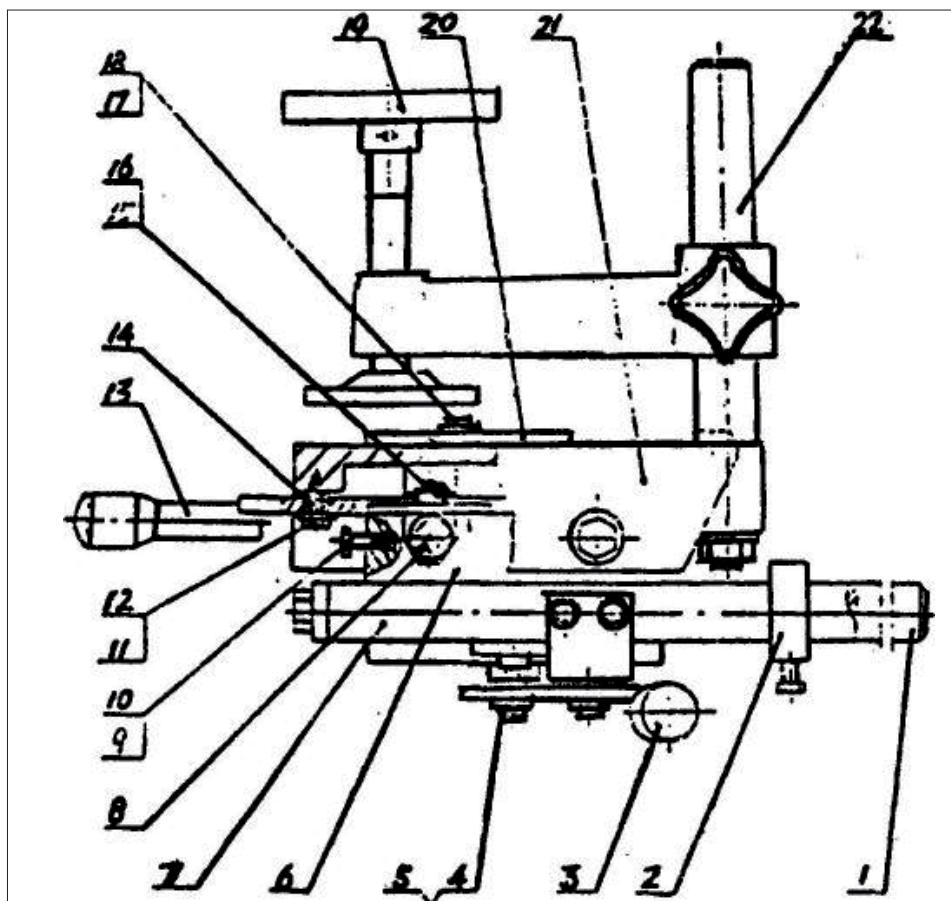
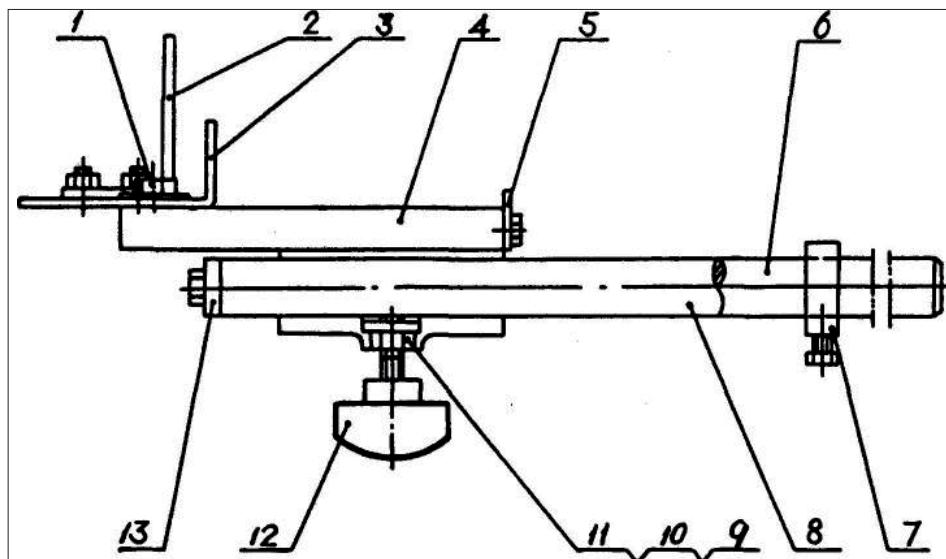

Рис. 2 Сверлильный блок тип А
Рис. 3 Сверлильный блок тип В
- Имеется два типа блоков такого рода деталей. Тип А (см. Рис. 2) и тип В (см. Рис. 3). Мы обычно предоставляем сверлильный блок типа В, однако по запросу клиента, мы можем также предоставить и тип А.
- После установки сверлильного блока типа А, как показано на Рис. 2, поместите роликовые направляющие 1 и 7 в контрольные отверстия подвижного основания 17, как показано на Рис. I, и закрепите его.
- Либо после установки сверлильного блока типа В, как показано на Рис. 3, поместите роликовые направляющие 6 и 8 в контрольные отверстия подвижного основания 17, как показано на Рис. I, и закрепите его.
Сверлильный блок тип А (Рис. 2)
Сверлильный блок тип В (Рис. 3)